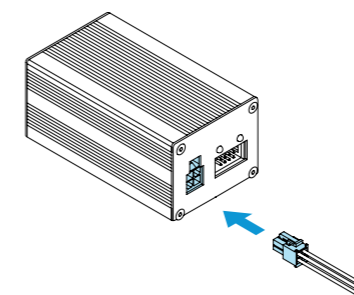

Рисунок 7.
- Подключить блок питания (8) к сети 220/110 В кабелем (6)
- Подключить блок питания (8) к интерфейсному блоку (7)
- Подключить кабель для работы с сервоприводом (4) к интерфейсному блоку (рисунок 7)